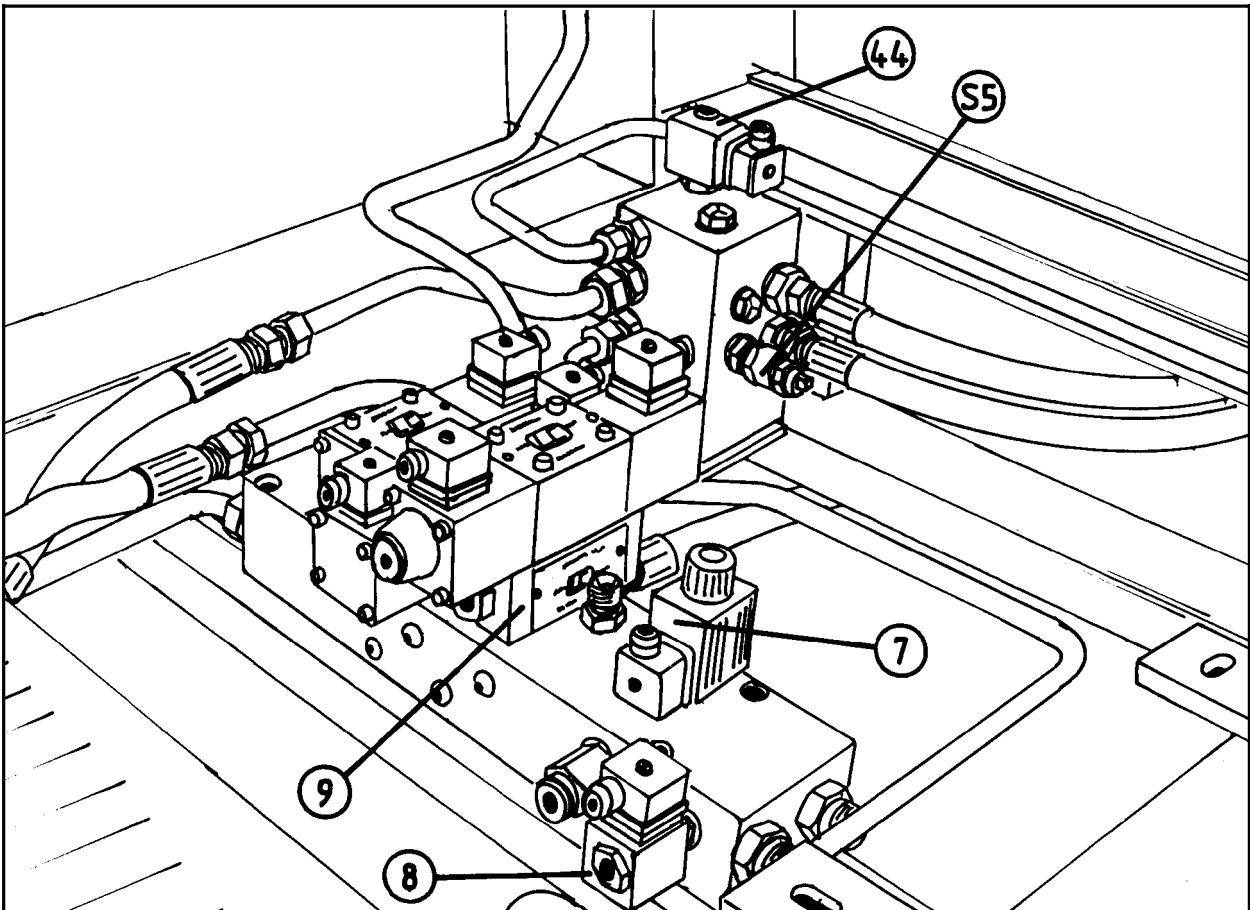
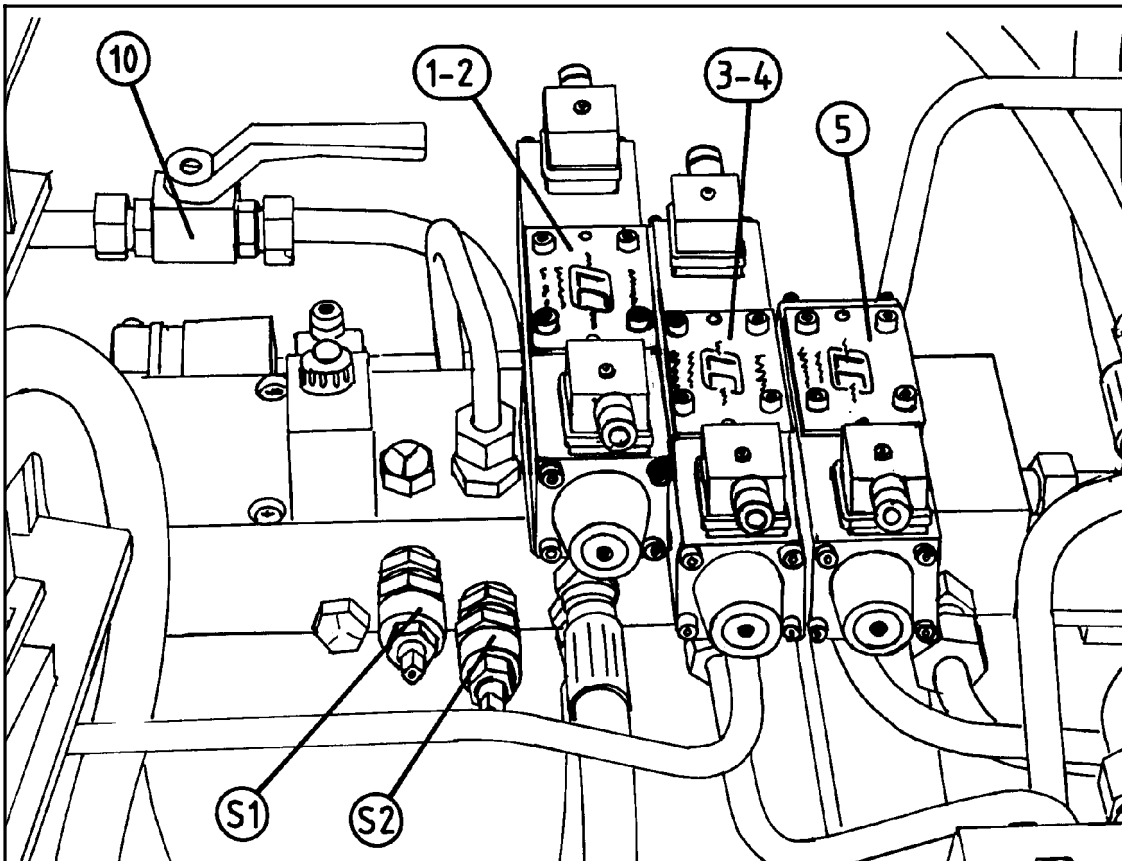

Bild 14-1
Bild 14-2
Die meisten Traktoren verfügen über eine Hydraulikpumpe, die pro Umdrehung eine feste Ölmenge fördert. Für diese Traktoren muß der Kugelhahn, (Pos. 10, Abb. 14-2), geöffnet sein. (Kapitel 4.7).
Wenn keine andere Funktion aktiviert ist, strömt das Öl vom Traktor durch den Ventilblock und zurück zum Tank. Sobald einer der Funktionsknöpfe der Steuereinheit gedrückt wird, schließt das **UMGEHUNGSVENTIL**, (Pos. 7, Abb. 14-1), den Ölkreislauf; gleichzeitig öffnet sich das Ventil der gewählten Funktion.
Bei Traktoren mit einer variablen Ölpumpe, wie z. B. bei John-Deere-Modellen, muß der Kugelhahn geschlossen werden. (Pos. 10, Abb. 14-2). In dieser Stellung gelangt nur dann Öl in den Hauptventil-block, wenn eine der Funktionen betätigt wird.
Das "John-Deere"-Ventil, (Pos. 8, Abb.14-1), läßt das Öl in den Block fließen. Gleichzeitig öffnet sich das Ventil der gewählten Funktion.
Damit kein Druckabfall in der Messervorrichtung auftritt, der dazu führen könnte, daß das Messer die Folie nicht ausreichend lang festhält, verfügt die Maschine über ein vorgesteuertes Rückschlagventil. (Pos. 9, Abb.14-1). Es befindet sich unter dem Magnetventil des Hauptblockes. (Pos.1-2, Abb.14-2).
- 14.3** Die Hydraulikanlage ist mit einem Sicherheitsventil, (S1), ausgerüstet, das auf 185 bar eingestellt ist. Wenn dieser eingestellte Druck überschritten wird, öffnet dieses Ventil und läßt das Öl in den Tank zurückfließen. Dieses Ventil befindet sich auf dem Ventilblock. (Siehe Abb.14-2).
Bei halber Geschwindigkeit öffnet das Magnetventil, (Pos. 5, Abb. 14-2), die Leitung, die zum Wickelarm führt; das Öl fließt durch eine Düse, die die Durchflußmenge begrenzt.
### 16.2 Der folgende Abschnitt betrifft die Magnetventile der Hauptfunktionen (Pos. 1-5, Abb. 14-2).